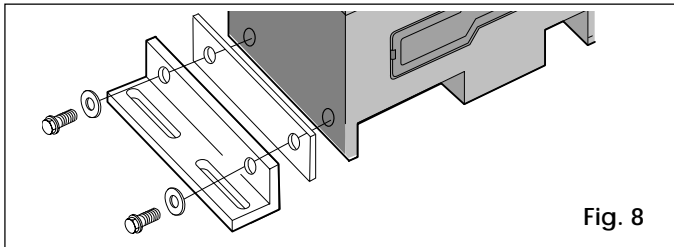

Fig. 8
- 1) Assembler les cornières de fixation et les entretoises anti-vibration sur l'opérateur comme indiqué Fig. 8.